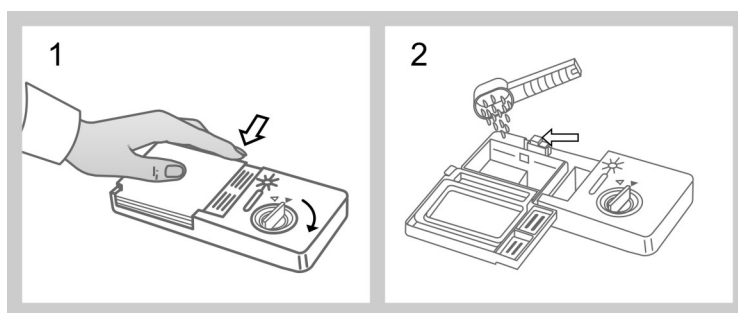

Рис. 8
- Крышка открывается нажатием кнопки (Рис. 8, иллюстрация 1).
- Моющее средство необходимо закладывать перед самым началом цикла мойки (Рис. 8, иллюстрация 2).